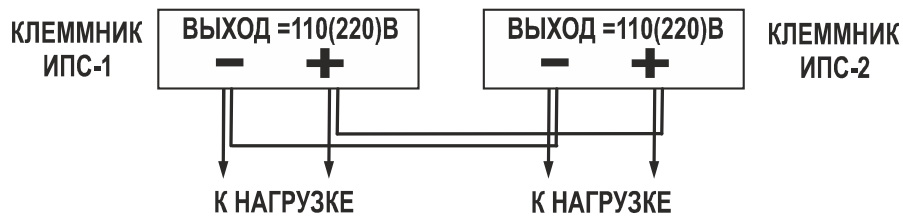

Рис.3
**5.10.** Конверторы допускают включение на параллельную работу (см. рис.3). При этом будет обеспечиваться селективная дистанционная сигнализация конвертора, т.к. выходы конверторов соединены через диоды, а реле сигнализации исправности включены до этих диодов.